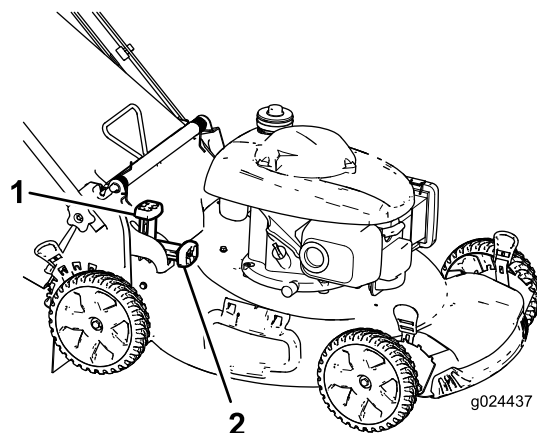

Figure 8
- **Pour ramasser les déchets d'herbe et de feuilles**, appuyez sur le bouton du levier de ramassage sur demande et déplacez le levier complètement en avant jusqu'à ce que le bouton ressorte (Figure 8).